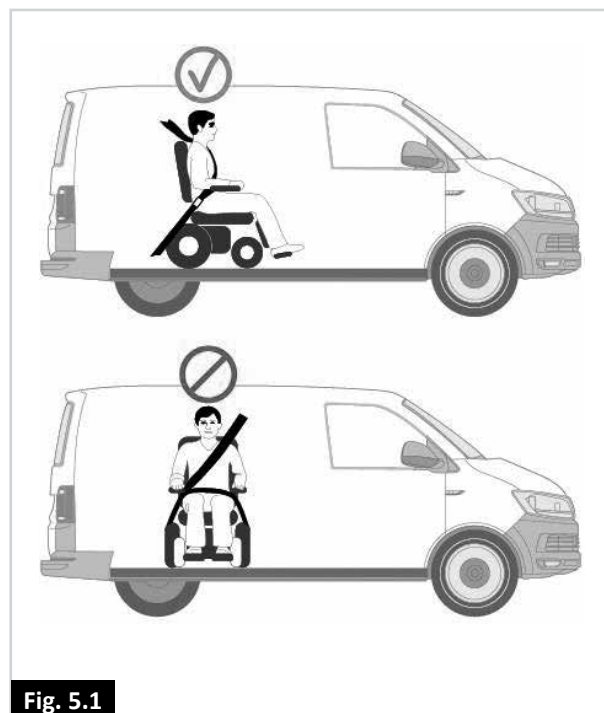

Fig. 5.1
- A cadeira de rodas deve ser presa virada para a frente. Esta cadeira de rodas é aprovada para ser utilizada em viaturas e cumpre os requisitos de transporte virado para a frente e colisões frontais. A cadeira de rodas não foi testada para outras posições na viatura (Fig. 5.1).